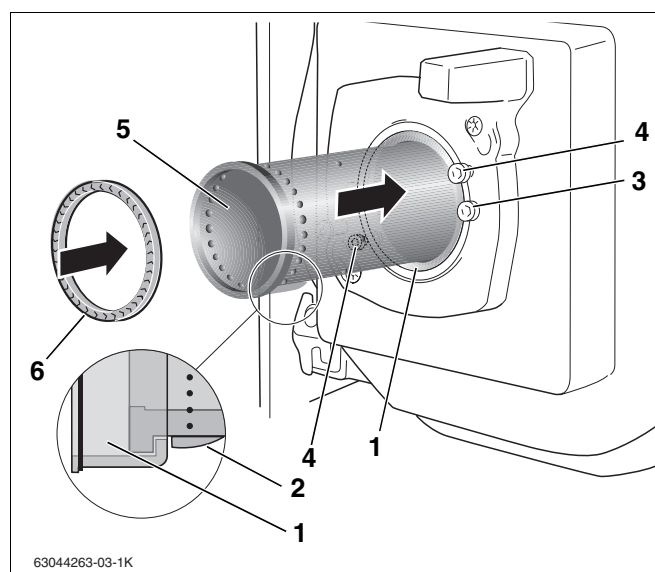
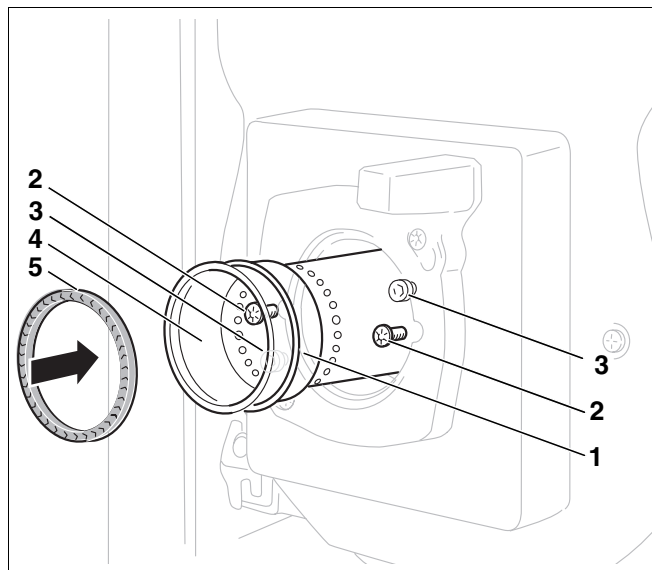

Рис. 38 Замена трубы горелки
Рис. 39 Замена трубы горелки
- Установить трубу горелки (рис. 38, **поз. 5**) в опорную трубу. Для этого вставить трубу горелки до упора в опорную трубу так, чтобы выступ был внутри нее (рис. 38, **поз. 2**). Выступ трубы горелки должен зафиксироваться, находясь внизу (рис. 38, выноска).
- Установить новое уплотнение (рис. 38, **поз. 6**).
- Открутить оба крепежных винта (рис. 39, **поз. 2**).
- Вынуть старую трубу горелки (рис. 39, **поз. 4**).
- Установить новую трубу (рис. 39, **поз. 4**) и кольцо (рис. 39, **поз. 1**).
- Перед установкой горелки нужно проверить уплотнение (рис. 38 или рис. 39) между смесительной системой и трубой горелки.
- Установить уплотнение (рис. 38 или рис. 39) в трубу горелки.
- Надеть горелку на оба болта на фланце (рис. 38 или рис. 39).
- Повернуть влево до упора и затянуть крепежные винты (рис. 38 или рис. 39).